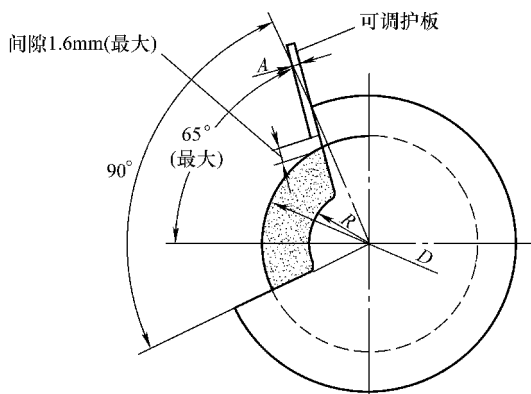

图 8-3 防护罩开口角度要求
3) 防护罩开口角度需要不大于 90° , 在砂轮安装轴水平面上方的开口角度需要不大于 65° 。半径 R 需要不小于规定的砂轮卡盘半径。如果需要使用砂轮安装轴水平面以下砂轮部分加工时, 防护罩开口角度可以增大到 125° , 在砂轮安装轴水平面的上方, 防护罩开口角度仍需要不大于 65° , 如图 8-3 所示。